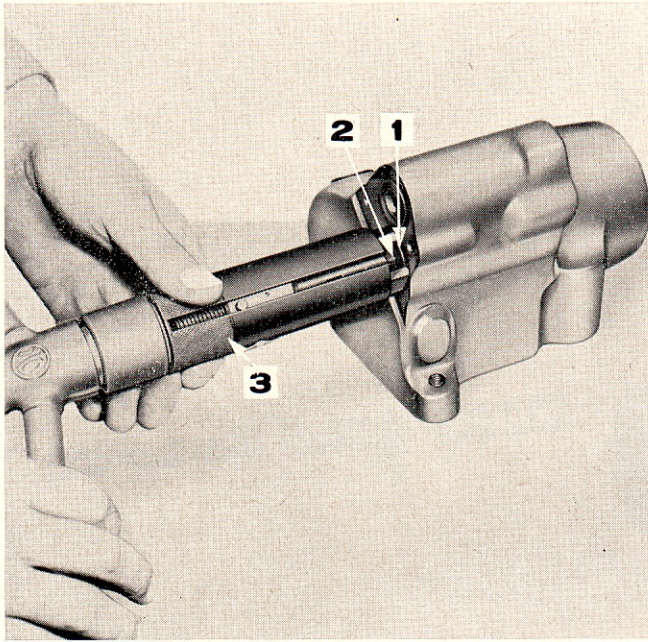

Figure 21: Dépose du bouchon de valve automatique
7. Monter l'adaptateur no T.8510-1/g sur l'extracteur no T.8510, visser l'extrémité extérieure de l'adaptateur dans le bouchon de valve automatique à l'extrémité avant du logement de cette valve (extrémité fermée du cylindre), et extraire le bouchon (Figure 21).